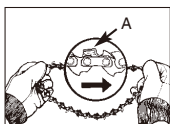

Fig. 4A
1. Lägg ut kedjan i en ring så att de skärande eggarna (A) pekar MEDURS i ringen (Fig. 4A).